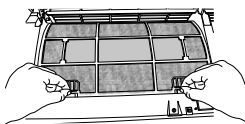

Figura 3
2. Pressione levemente a trava do filtro de ar (figura 3), para desencaixá-lo do lugar.
3. Segure e puxe o filtro para fora (figura 3) e retire a sujeira com um aspirador de pó. Se a sujeira for evidente, limpe-o com água morna e detergente neutro. Após a limpeza seque-o à sombra.